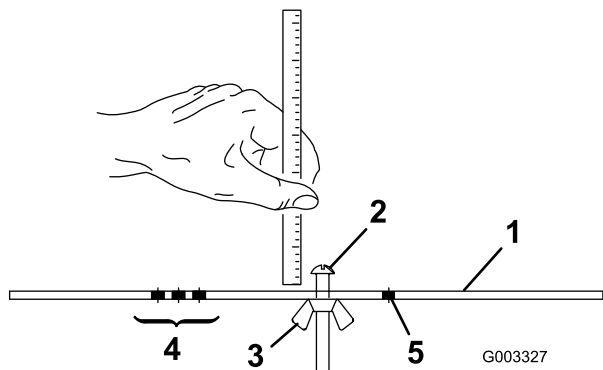

Figura 23
2. Allentate il dado sulla barra di riferimento (Figura 23) e regolate la vite di regolazione secondo l'altezza di taglio desiderata. La distanza tra l'estremità inferiore della testa della vite e la parte frontale della barra corrisponde all'altezza di taglio.